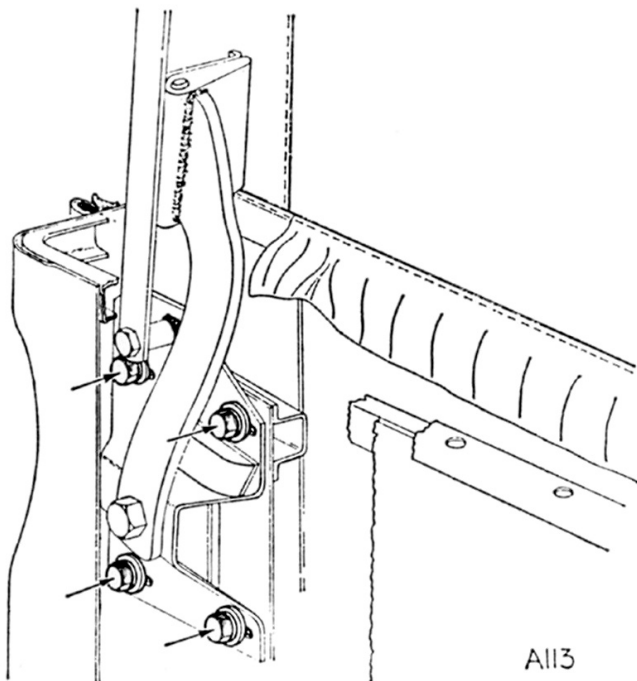

Fig. 48. Support articulé de capote
## Dépose (Fig. 48)
- 1 Enlever les vis (95), les agrafes (96), les rondelles en caoutchouc (97) et les écrous (98).
- 2 Démontcr la baguette de finition (91), dégager la toile de capote de la carrosserie et extraire les douze rivets retenant les plaques de support (4) et la sangle (5) aux arceaux et au support horizontal arrière.
- 3 Démontcr les deux dispositifs de fermeture (7) de l'arceau avant et les deux attaches pression fixant la capote au rebord de la carrosserie.
4. Enlever les garnitures de custode afin d'avoir accès aux supports d'articulation (56) et (57). Dégager chaque support en enlevant les quatre boulons de fixation indiqués par une flèche (Fig. 48).